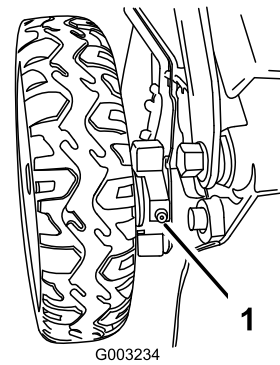

Figure 27
1. Essuyez les graisseurs situés juste à l'intérieur des roues arrière avec un chiffon propre (Figure 27).